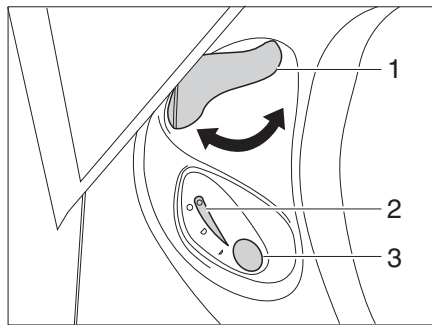

Bild 143 Bedieneinheit Thetford-Toilette
- Vor dem Spülen den Schieber der Thetford-Toilette öffnen. Dazu den Schieberhebel (Bild 143,1) entgegen dem Uhrzeigersinn drehen.
- Zum Spülen den blauen Spülknopf (Bild 143,3) drücken.
- Nach dem Spülen den Schieber schließen. Dazu den Schieberhebel (Bild 143,1) im Uhrzeigersinn drehen.
Die Kontroll-Leuchte (Bild 143,2) leuchtet, wenn die Thetford-Kassette entleert werden muss.
- Den Schieberhebel (Bild 143,1) im Uhrzeigersinn drehen. Der Schieber wird geschlossen. Zum Entleeren **muss** in der Thetford-Toilette der Schieber geschlossen sein.